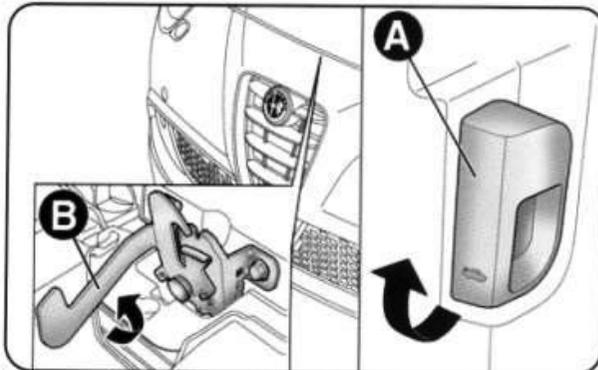

рис. 64
- потяните за рычаг А (рис. 64) в направлении, указанном стрелкой;